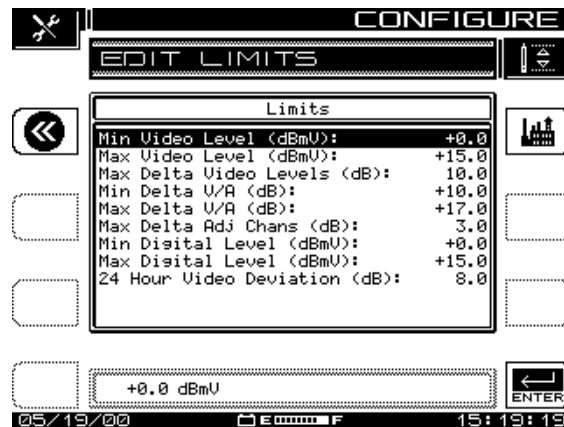

Abb. 3–13 Bildschirm „Edit Limits“ (Grenzwerte bearbeiten)
- Das in Abb. 3–2 gezeigte Menü CHANNEL PLAN (Kanalplan) bis zur Option „Edit Limits“ (Grenzwerte bearbeiten) durchlaufen und die Softwaretaste „Continue“ (Weiter) drücken. Der in Abb. 3–13 EDIT LIMITS gezeigte Bildschirm erscheint.